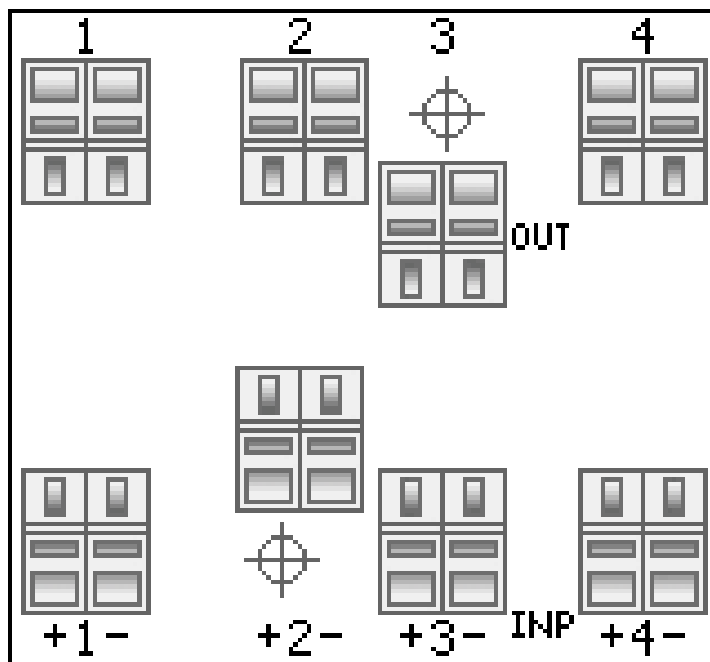

Рис. 5.17.
5.6.12. Расположение выводов AD04 представлено на рис.5.17.